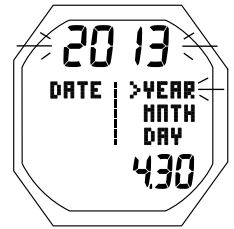

Fig. 13 - RÉGLAGE DE LA DATE
**Réglage de la date (DATE) :** paramètres affichés (Fig. 13)